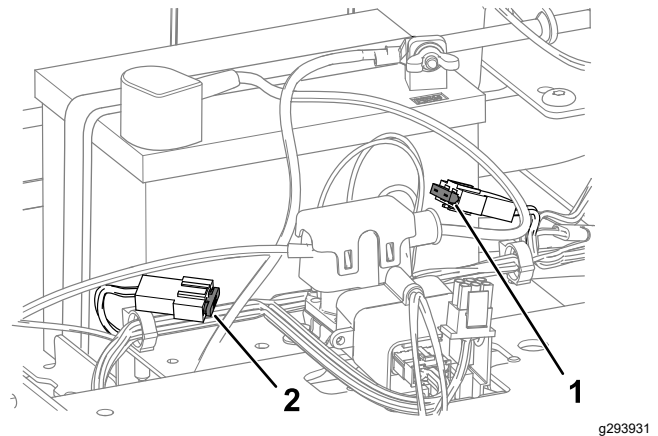

Figura 46
4. Para cambiar un fusible, tire del fusible para retirarlo (Figura 46).